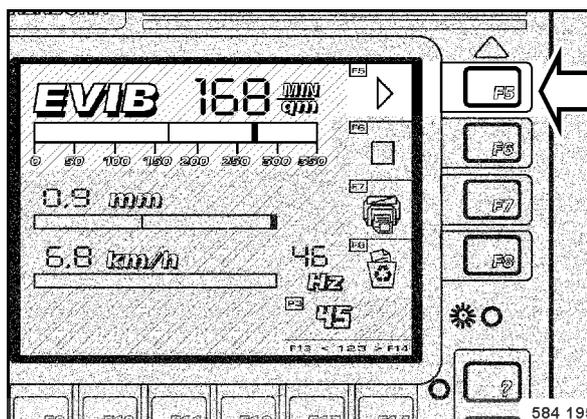

fig. 135
- La zone de contrôle, à gauche à côté de F5 (fig. 135), s'allume en vert.